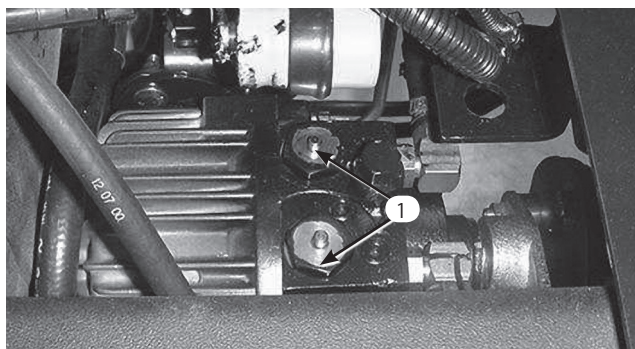

図33
2. トランスミッション上部にあるチェックバルブ・アセンブリ(図33: 2本)の中心にあるピン(バイパスバルブ)を押しながら牽引する。図33は運転席をプレートごと外した状態の写真である。
1年に1回、チェックバルブのピンにたっぷりグリスを塗ってください(図33)。また、500 運転時間ごとまたは1年毎のうち速く到達した方の時期に、後アクスルのベアリング(写真なし)にグリスを注入してください。グリスアップ箇所を以下に列挙します: